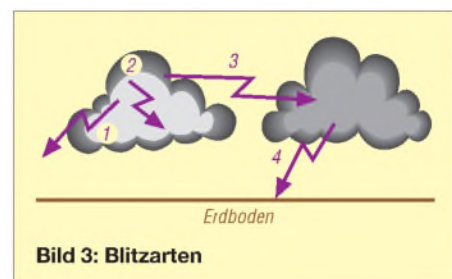

Bild 3: Blitzarten
Blitze werden dann ausgelöst, wenn die elektrische Feldstärke die Spannungsfestigkeit der Luftstrecken überschreitet, Bild 3. Meist kommt es zunächst zu kleineren Entladungen innerhalb der Wolke (2), es schließen sich Wolkenblitze (3) und Entladungen zur umgebenden Luft (1) an. Erst später kommt es zu Erdblitz (4), bei denen sich die Ladungen aus dem unteren Bereich der Wolke als auch aus dem oberen zur Erde hin ausgleichen können. Letzteres geschieht ausschließlich durch positive Wolke-Erde-Blitze.